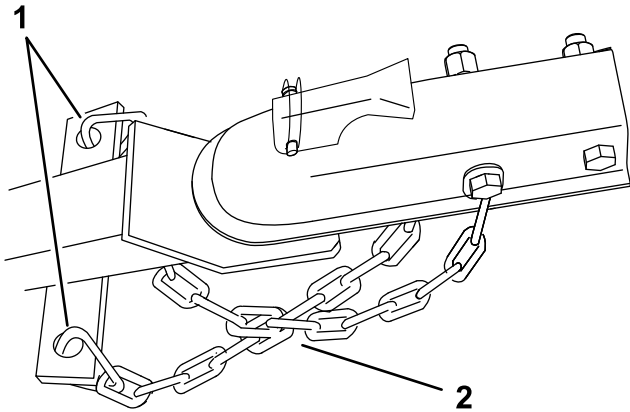

Figure 16
3. Conecte cada tramo de cadena al punto de montaje de la cadena de seguridad del vehículo de remolque con los conectores (Figure 16).